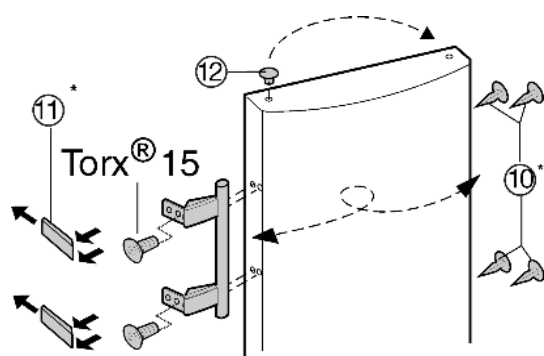

Fig. 9
- ▶ Stopfen Fig. 9 (12) aus der Türlagerbuchse herausheben und umsetzen.
- ▶ Türgriff, Stopfen Fig. 9 (10) und Druckplatten Fig. 9 (11) abmontieren und auf die Gegenseite umsetzen.